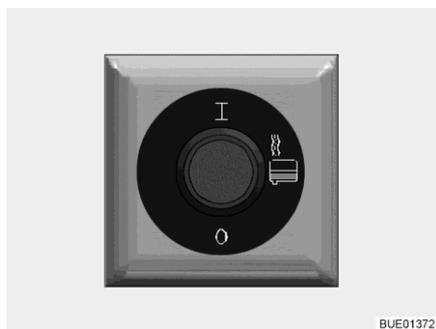

Fig. 273 Interrupteur pour le chauffage des eaux usées
**Mettre en marche :** ■ Appuyer sur la partie supérieure de l'interrupteur (Fig. 273). Le chauffage des eaux usées est allumé et empêche que les composants chauffés ne gèlent.